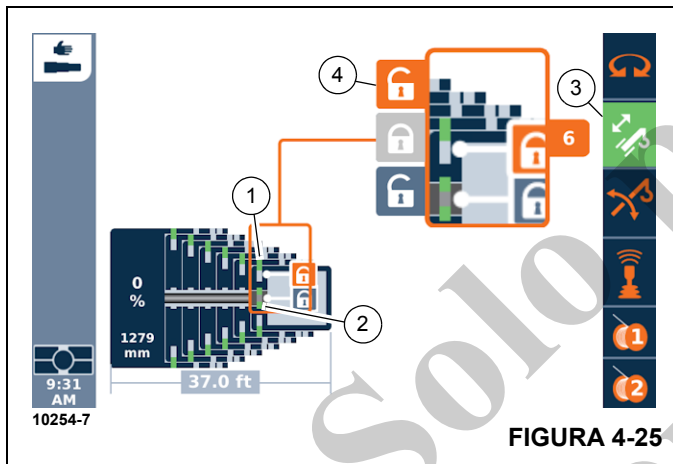

FIGURA 4-25
Función telescópica habilitada – símbolo (3, Figura 4-25) verde
1. Seleccione el símbolo (4, Figura 4-25).